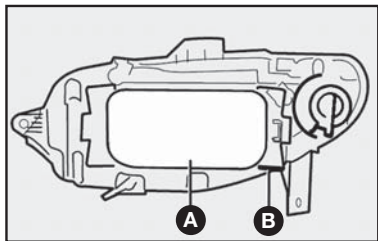
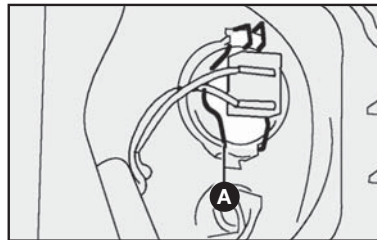

fig. 13
fig. 15
- 1) remover a tampa plástica **A** para ter acesso às lâmpadas deslocando a trava **B**-fig. 13.
3) retirar o porta-lâmpada pressionando as presilhas **A**-fig. 15 abrindo-as lateralmente.
6) reenganchar a presilha de fixação **A**-fig. 15 e reconectar a lâmpada, colocando por último a tampa plástica **A**-fig. 13.
- 1) remover a tampa plástica para ter acesso à lâmpada deslocando a trava **B-fig. 13**.